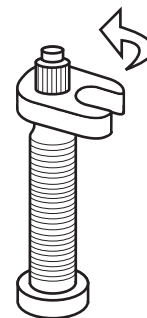

Figura 24: Gire a chave no sentido anti-horário para remover o núcleo.
3. Remova o núcleo da válvula (Figura 24).